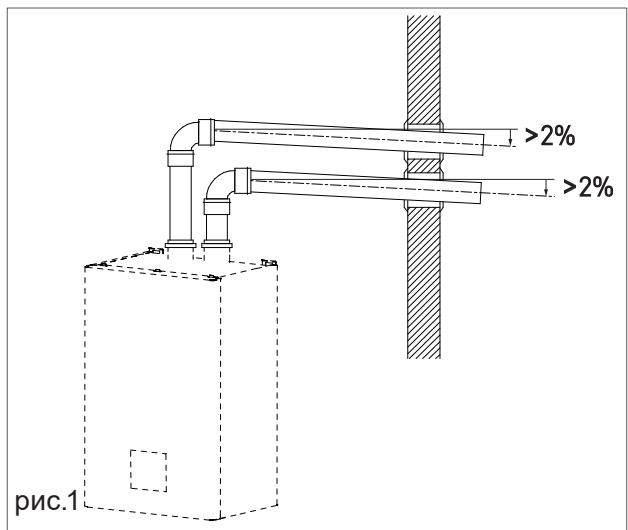

рис.1
- Для датчика температуры наружного воздуха подсоедините два неполяризованных провода к контактам клеммной колодки M0904 (см. SE, рис. 1).
- Для терmostата рабочей среды или дистанционного управления сначала снимите мост с контактов клеммной колодки M0904, а затем подсоедините два неполяризованных провода терmostата рабочей среды или дистанционного управления (см. TA или CR, рис. 1).
- › Для всех горизонтальных участков трубопровода выпуска и забора воздуха рекомендуется предусмотреть уклон вверх (по направлению к котлу) не менее 2 % (см. рис. 1) так, чтобы предотвратить попадание дождевой воды, пыли или посторонних предметов внутрь трубопровода.